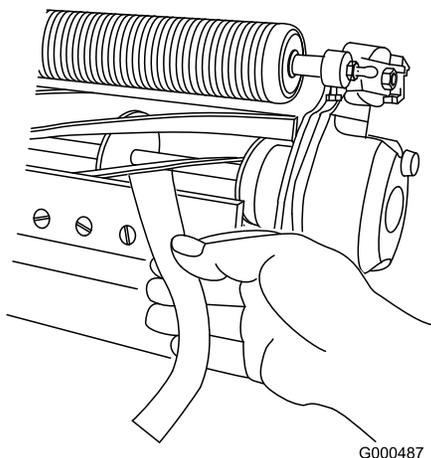

Figura 11
- B. Inserte una tira larga de papel para comprobar el rendimiento del corte entre el molinete y la contracuchilla, perpendicular a la contracuchilla (Figura 11) y, a continuación, gire **lentamente** el molinete hacia delante; deberá cortar el papel; de lo contrario, repita los pasos **A** y **B** hasta que corte.
11. Inserte una tira larga de papel para comprobar el rendimiento del corte (pieza Toro n.º 125-5610) entre el molinete y la contracuchilla, perpendicular a la contracuchilla (Figura 11) y, a continuación, gire **lentamente** el molinete hacia delante; deberá cortar el papel; de lo contrario, gire 1 clic cada perno de ajuste de la barra de asiento en sentido horario, hasta que corte el papel.